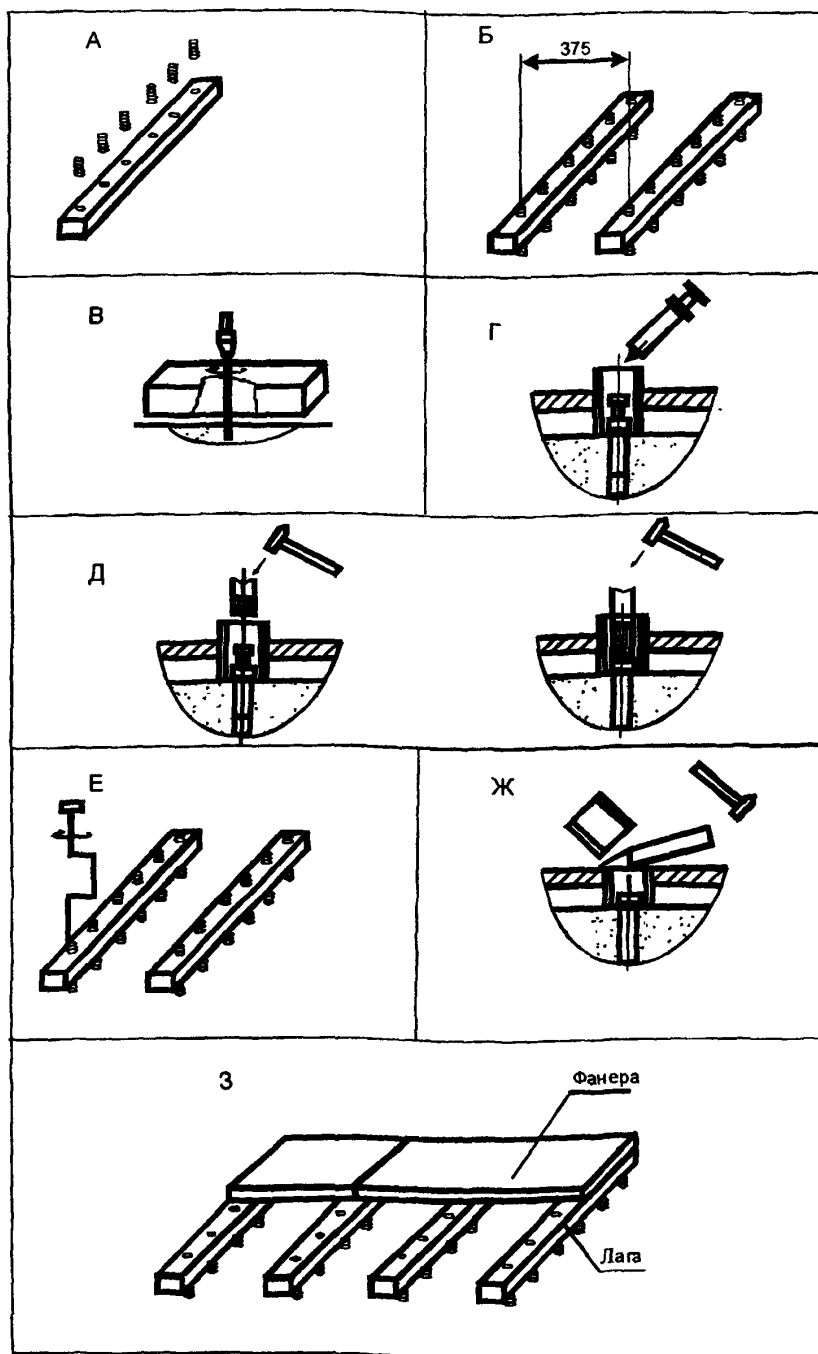

Рисунок 4 — Последовательность операций при установке регулируемых лаг и закреплении к ним сборной стяжки
**5.60.** При значительных неровностях подстилающего слоя, а также при необходимости укладки сборной стяжки по тепло- и звукоизолирующему слою или прохождении под стяжкой труб возможно выполнение сборной стяжки из фанеры по регулируемым лагам со сквозными резьбовыми отверстиями (рисунок 4).
**5.62.** Перед установкой в отверстия лаг ввинчиваются пластиковые болты-стойки, на которые опираются лаги (рисунок 4, А).
**5.63.** Лаги устанавливаются на перекрытии с шагом 375 мм, после чего через болты-стойки в перекрытии засверливаются отверстия (рисунок 4, Б, В).
**5.64.** В болт-стойку помещают дюбель-гвоздь, который на неполную глубину забивают с помощью дробника в отверстие, выполненное в перекрытии (рисунок 4, Г, Д).
**5.65.** С помощью завинчивающего инструмента регулируют необходимое положение лаг по уровню (рисунок 4, Е) и окончательно закрепляют лаги к перекрытию с помощью дюбеля-гвоздя, после чего выступающие части болтов-стоек срезают с помощью стамески (рисунок 4, Ж).
**5.66.** На установленные таким образом лаги укладывают сборную стяжку из двух слоев фанеры толщиной по 12 мм, закрепляя их с шагом 150 мм саморезами. При этом второй лист фанеры должен перекрывать стыки нижнего слоя (рисунок 4, З).